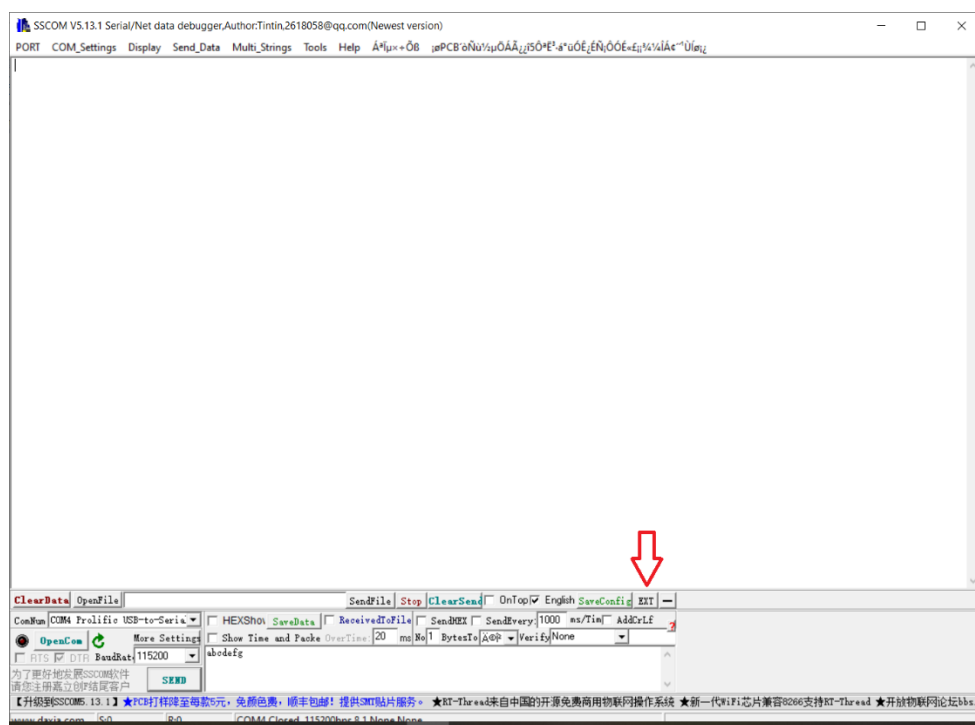

Figura 5 – Opção EXT
Passo 1: Clique no ícone EXT conforme figura 5.